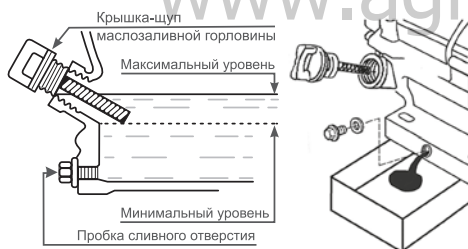

Рис. 11 Замена моторного масла
3. Извлеките крышку-щуп (Рис. 11) из маслосазливной горловины.
4. Открутите пробку сливного отверстия (Рис. 11) и слейте отработанное масло в подготовленную для этого емкость.